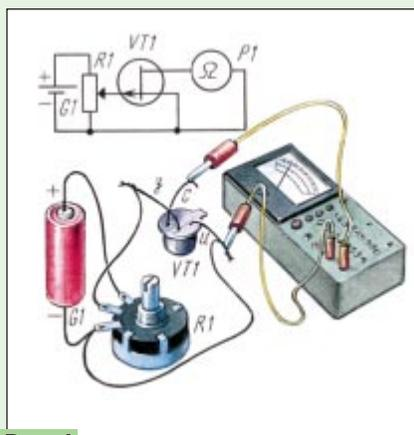

Рис. 4
**Полевой транзистор — переменный резистор.** Подключите между затвором и истоком цепь регулировки напряжения смещения (рис. 4), установите движок резистора в нижнее по схеме положение. Стрелка омметра, как и в предыдущих экспериментах, зафиксирует минимальное сопротивление цепи сток—исток.